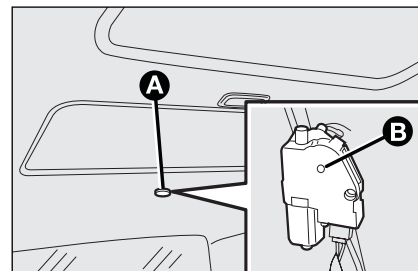

Рис. 78
- снимите защитную крышку **A**, см. **рис. 78**, расположенную на задней части внутренней обивки;